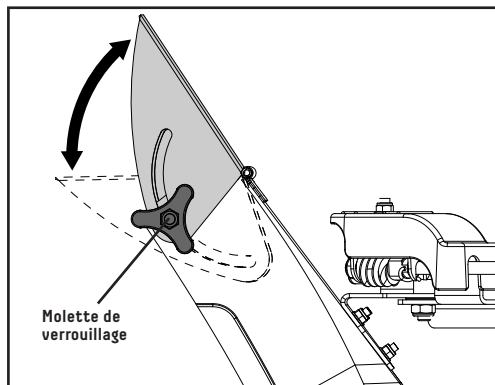

Figure 12
1. Desserrez la molette de verrouillage afin de régler le déflecteur de décharge de la neige à une hauteur appropriée (figure 12).